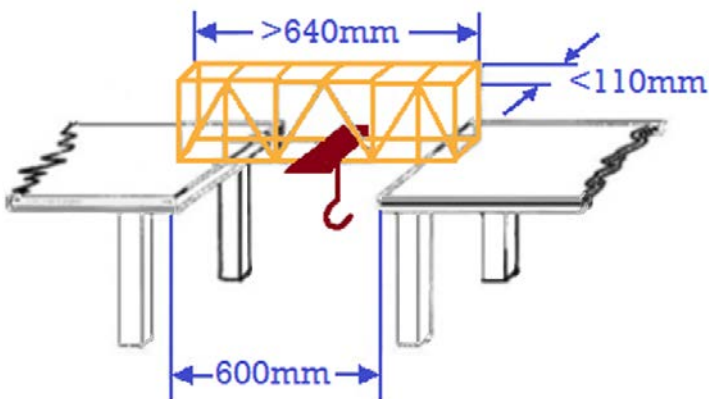
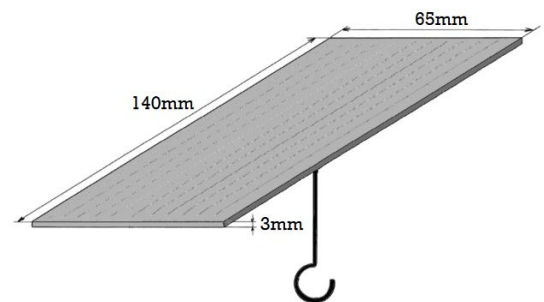

Figura 1
Figura 2
- A ponte deverá ter um comprimento que permita vencer um vão livre de 600 mm (Figura 1). A ponte apenas pode apoiar-se nas extremidades laterais, não sendo permitidos apoios intermédios.
- Deverá existir no centro da ponte um espaço para colocar uma placa de aço de 3 x 65 x 140 mm (espessura x largura x comprimento), como ilustrado Figura 1, onde será colocado um gancho para pendurar as cargas. O suporte será colocado de forma a que o lado de 140 mm fique perpendicular ao vão da ponte (Figura 2).
- As pontes serão testadas, colocando a estrutura sobre um vão de 60 cm (Figura 1). Serão aplicadas cargas com o sistema constituído por um gancho colocado na placa de aço que se apoia no centro da ponte, até que a estrutura rompa. Primeiramente ter-se-á em conta uma carga inicial constituída pelo peso do sistema de carga. De seguida, a ponte será sujeita a um carregamento contínuo até a estrutura não aguentar a carga a que é sujeita e ocorrer a rotura da mesma.